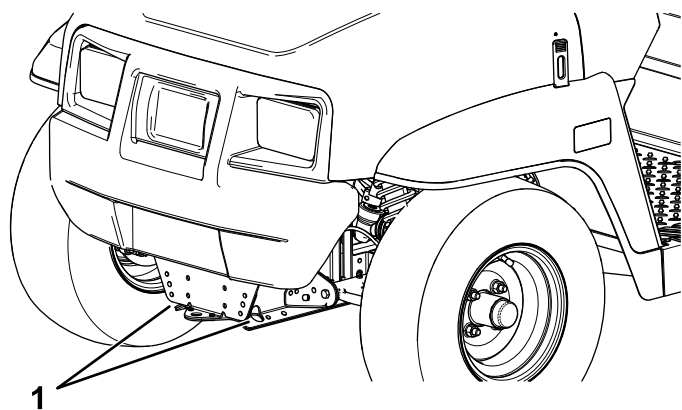
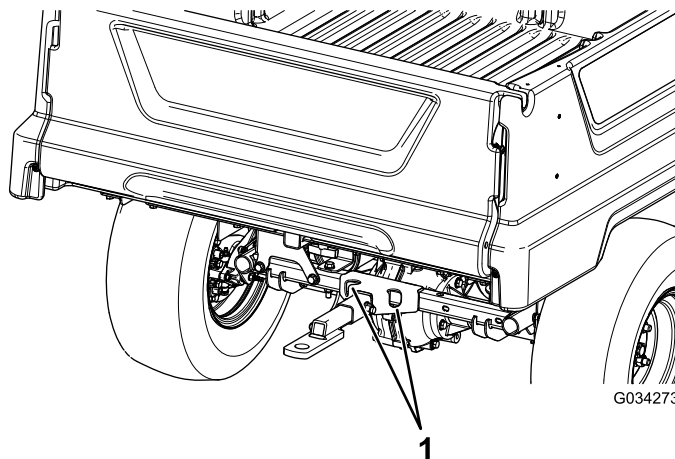

Figura 20
Figura 21
Vedere Figura 20 e Figura 21 per conoscere la posizione dei punti di attacco sulla macchina.
2. Fissate una fune di traino al timone sulla parte anteriore del telaio della macchina (Figura 20).